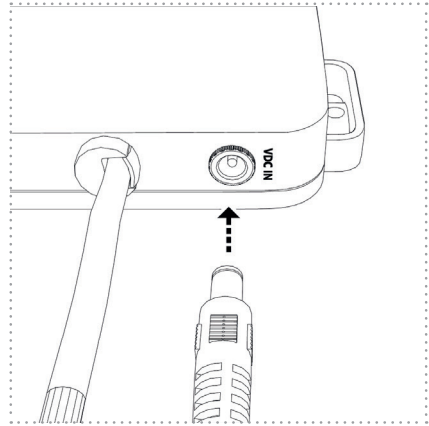

Abbildung: 21
5. Stecken Sie jetzt den Stecker des Anschlusskabels in die davor vorgesehene Anschlussbuchse an der UV-Einheit (Abbildung 21). Die UV-Einheit sollte sich nun im Standbymodus befinden und blau blinken.